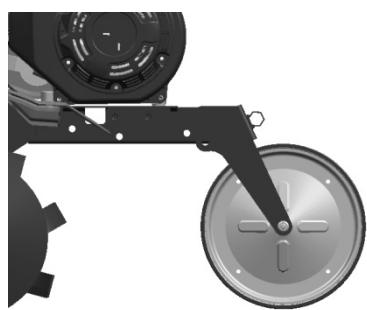

Рисунок 15
- 1) Встановіть переднє колесо мотокультиватора у положення, що зображене на Рис.15, якщо він буде їхати по дорозі.